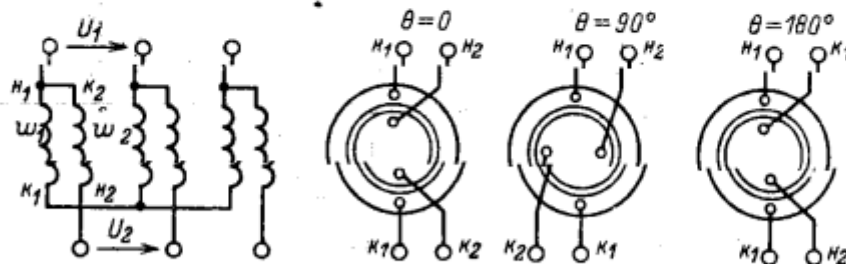

Рис. 10.81
2) $\theta=90^\circ$; 3) $\theta=180^\circ$ (рис. 10.81). Число витков фазы обмотки статора $w_1=400$, ротора $w_2=300$, обмоточные коэффициенты $k_{o61}=k_{o62}$, напряжение сети $U_1=380$ В. Падением напряжения в обмотках от тока холостого хода пренебречь. Указать неправильный ответ.